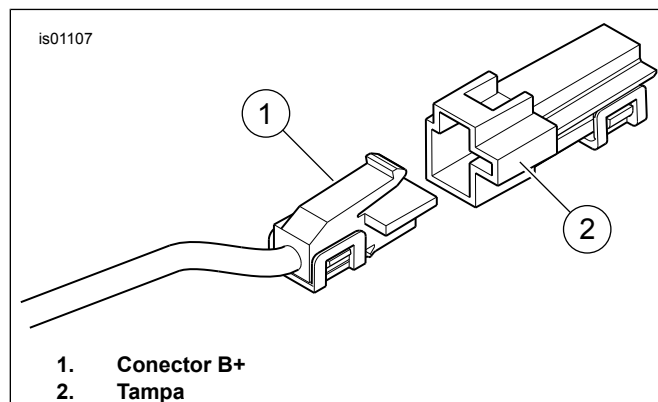

Figura 20. Conector B+
1. Ver Figura 20. Localize o conector B+ (positivo da bateria) (1) (um fio vermelho com um conector cinzento não utilizado) na cablagem elétrica principal, retire a tampa (2) do conector.